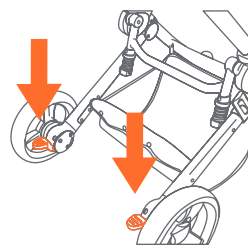

Fig. 10
- 10) • Para aplicar los frenos, ejerza una presión hacia abajo a la palanca del freno situada en el eje trasero. Es posible que deba empujar el carrito hacia delante y hacia atrás para aplicar el freno completamente (Fig. 10). Verifique que el carrito no se mueva una vez que ambos frenos estén aplicados correctamente. El indicador de freno se pondrá rojo cuando esté trabado y verde cuando esté destrabado. Para soltarlo, levante suavemente la palanca del freno.